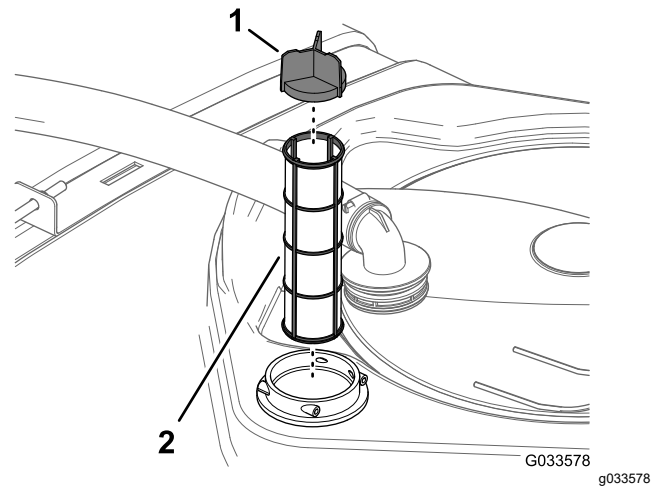

Bild 105
4. Entfernen Sie den alten Saugfilter aus dem Filtergehäuse im Behälter (Bild 105).